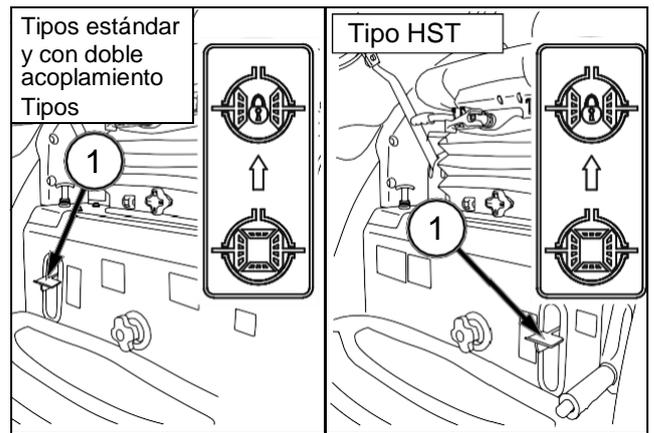

FIG. 100
FIG. 100: Cuando el pedal de bloqueo de diferencial (1) está embragado, los dos lados del eje delantero están bloqueados juntos para que las ruedas traseras giren a la misma velocidad. Esto es especialmente importante cuando trabaje en un suelo blando o resbaladizo.